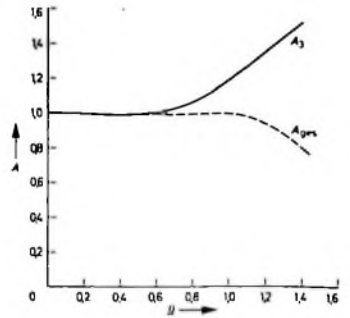

Bild 13. Frequenzgang der Gegenkopplung (A_2) und der kompensierten Verstärkerstufe ($A_{ges} = A_2 \cdot A_1 \cdot A_3$)
Diese Gleichung ist im Bild 13 ausgewertet. Die Verstärkungsminderung bei $\Omega = 0,4$ ist durch die Abweichung von Gl. (100) bedingt. Der ebenfalls im Bild 13 dargestellte Gesamtamplitudengang